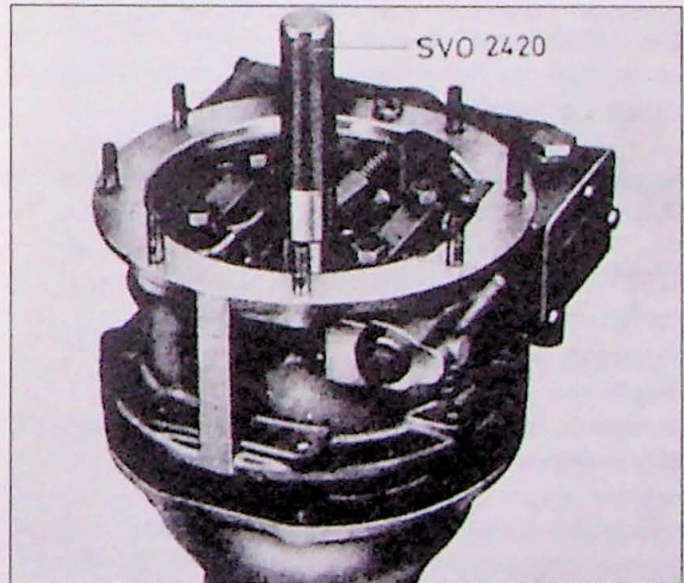

Fig. 7.20. Montage van de voorste helft van het huis.
6. Leg de volgens punt 7 gemonteerde eenheid op de achterste helft van het huis. Breng de spie in de planeetwielhouder en de vrijloopnaaf met SVO 2420 (Fig. 7.20). Zet de ringen en de moeren erop. Draai de moeren kruislings en gelijkmatig rondom aan.